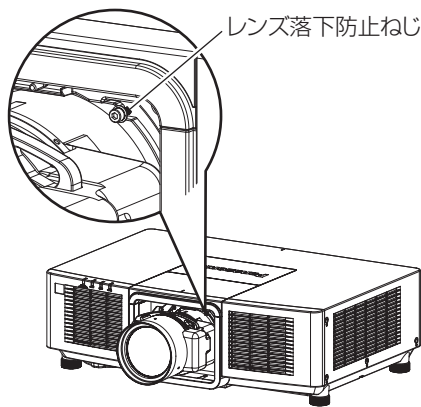

図 1
### 1) 防じんスポンジを取り外す (図 1)
- 1) レンズ落下防止ねじを取り外す（図 1）